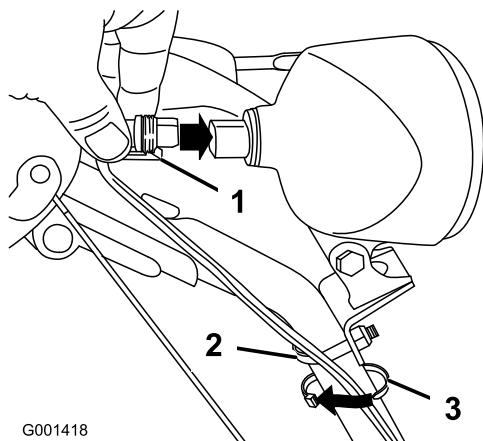

Figura 17
- Inserite direttamente nel retro del faro il connettore situato sull'estremità allentata del cavo, finché non è saldo (Figura 17).
**Nota:** L'attacco in plastica sul connettore del cavo deve trovarsi in fondo (Figura 17).
- Fissate una fascetta per cablaggio (nel sacchetto delle parti sciolte) attorno al cavo e alla stegola, a circa 2,5 cm sotto il bullone ad U (Figura 17).